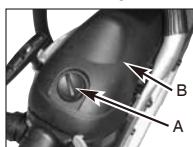

Fig. 15A
- 1. Îndepărtați butonul (A) care fixează capacul filtrului de aer, îndepărtați capacul superior (B) prin slăbirea șuruburilor de fixare ale capacului. Capacul se va ridica. (Fig.15A)